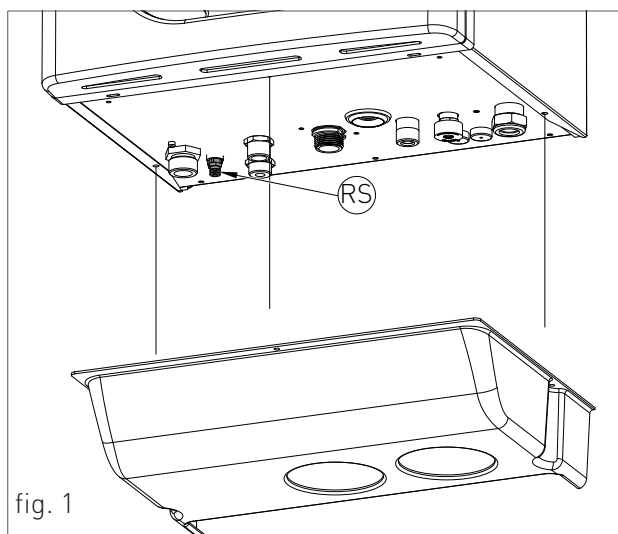

fig. 1
Per rimuovere il mantello in ABS della caldaia procedere come segue (vedi fig.1):
- > Afferrare contemporaneamente le staffe di supporto del pannello comandi (fig. 1) allargandole e rovesciare il pannello, ruotandolo verso il basso;
- > svitare le quattro viti di fissaggio 1 - fig. 1;
- › ruotare il rubinetto di scarico dell'impianto 'RS' (fig. 1);